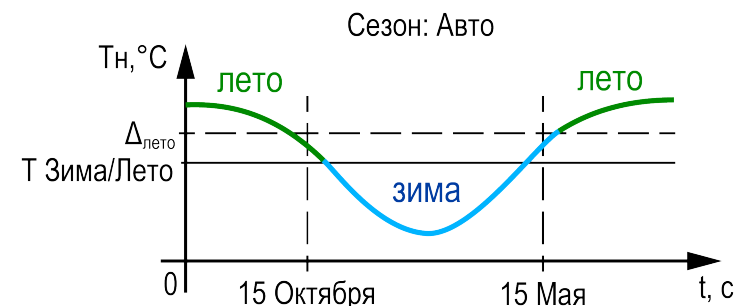

Рисунок 9.8 – Определение сезона
- параметр **Переход: Авто** — к условию перехода между режимами в ручном режиме добавляется условие автоматического перехода (см. рисунок 9.8). Условие перехода в **Лето**: среднесуточная температура наружного воздуха стала выше значения установленного в параметре **Уставка лето** на 3 градуса (не редактируемая величина) и текущая дата находится в диапазоне между датой включения режима Лето (**Вкл**) и датой выключения (**Выкл**). Условие перехода в **Зиму**: среднесуточная температура наружного воздуха стала ниже значения установленного в параметре **Уставка лето** и текущая дата находится в диапазоне между датой выключения режима Лето (**Выкл**) и датой включения (**Вкл**). На рисунке 9.8 в качестве примера изображается 15 октября (дата перехода из Лета в Зиму) и 15 мая (дата перехода из Зимы в Лето).